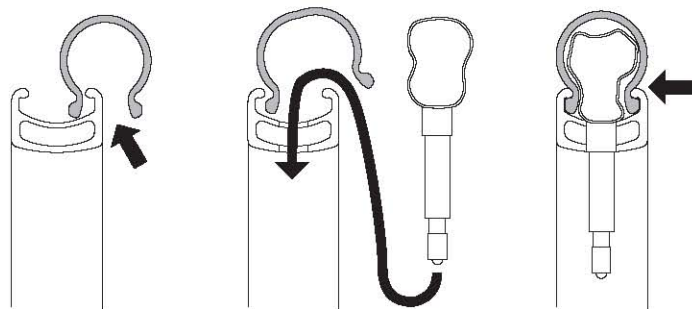

Fig. 1
- Insert one side of the clincher into the seat provided on the rim (Fig. 1).
- Eine Seite des Drahtreifens über die Felge heben (Abb. 1).
- Introduisez un côté du pneu dans le logement réservé à cet effet sur la jante (Fig. 1).
- Meter un lado de la cubierta en el asiento de la llanta (Fig. 1).
- Breng één zijde van de band aan rond de velg (Fig. 1).